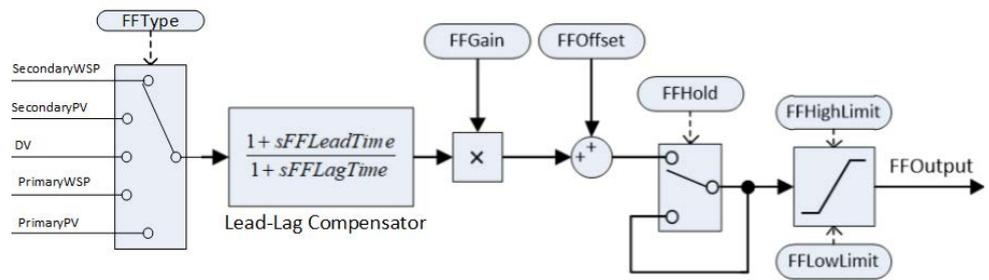

Figura 105 Generatore di feedforward
Lo schema a blocchi della struttura del generatore di feedforward è riportato nella Figura 105. È in grado di eseguire la compensazione di feedforward statico e dinamico utilizzando varie origini come ingresso: variabile di disturbo (DV) remota misurata, setpoint di lavoro primario o secondario, variabile di processo primaria o secondaria.